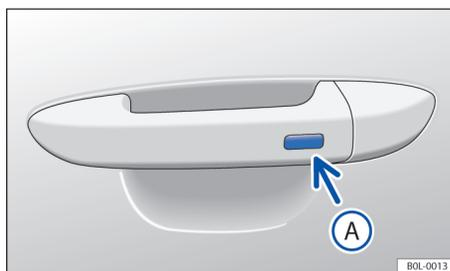

图 40 车门拉手：Keyless Access 功能按钮
→ 图 40 .
- 此外，在五秒内按压驾驶员侧车门拉手上的功能按钮 → 图 40 。